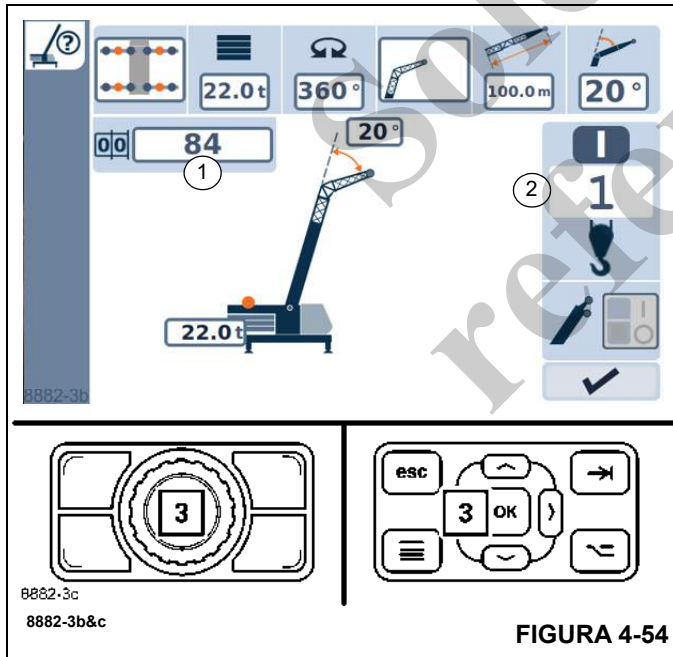

FIGURA 4-54
Se visualiza el último modo de aparejo establecido y los símbolos (1), (Figura 4-54), y (2), (Figura 4-54), parpadean de color verde.
- Presione el botón (3), (Figura 4-54), una vez; los símbolos (1), (Figura 4-54), y (2), (Figura 4-54), dejan de parpadear.